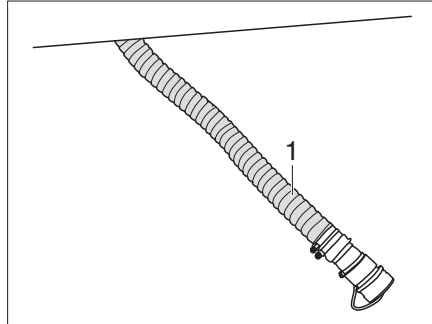

Bild 370 Kassette Zerhackertoilette entleeren
- Entleerungsschlauch (Bild 370,1) unter dem Fahrzeug aushängen und in die Entsorgungsstation leiten.
- Entleerungsschlauch (Bild 370,1) in der Entsorgungsstation lassen.
- Entleerungsschlauch (Bild 370,1) unter dem Fahrzeug verstauen.